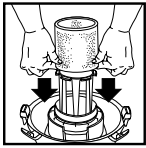

FIGURA 26
42. Con la tapa del depósito en posición invertida, deslice la manga de hule-espuma hacia abajo sobre el alojamiento de la tapa jalando hasta que la manga cubra completamente el alojamiento de la tapa. **FIGURA 26.**